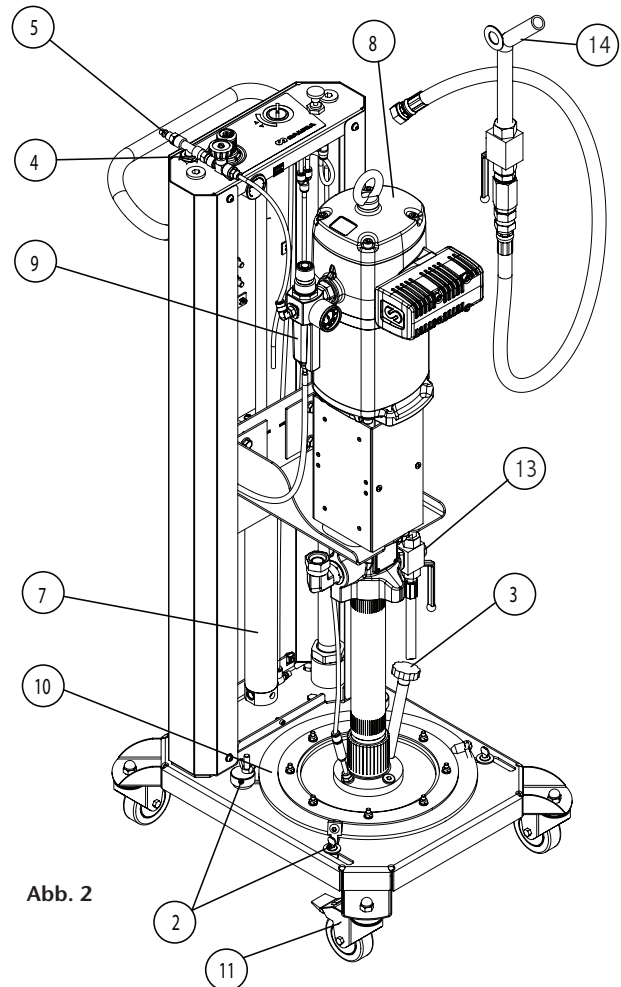
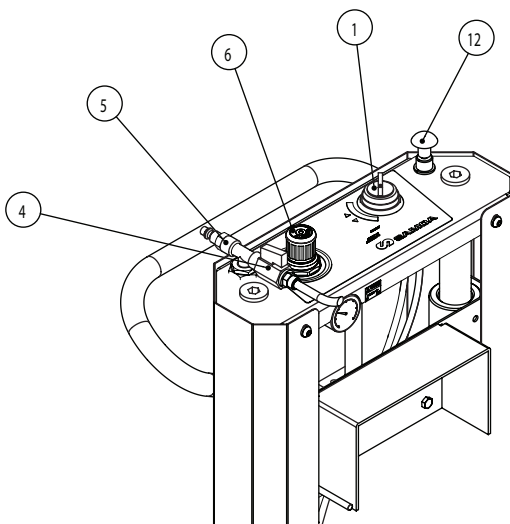
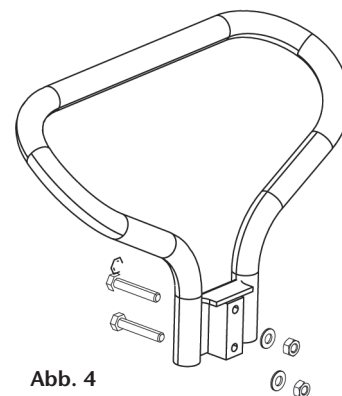

Abb. 2
Abb. 3
Abb. 4
Sobald sichergestellt ist, dass die Verpackung alle Elemente enthält (Abb. 2) und der Lenker montiert ist (Abb. 4), schließen Sie den Lufteinlass über den Lufteinlass (5) an eine Druckluftleitung mit maximal 10 bar an. Mit dem Induktordruckregler (6) den Heberdruck auf 5-6 bar einstellen (Abb. 3).